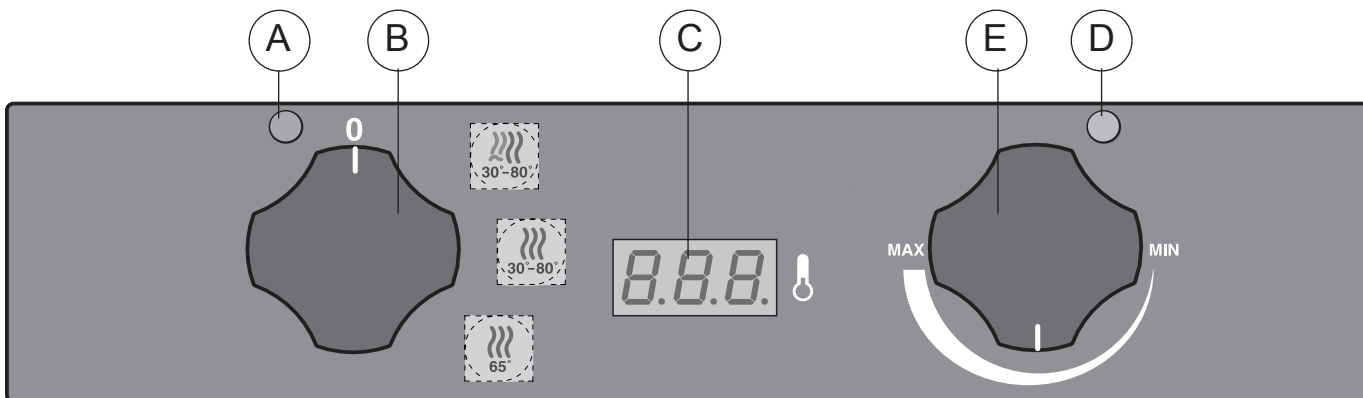

Fig. 4
- 30 - 80 °C per la fase di riscaldamento o lievitazione di cibi con o senza umidificazione del vano, controllati dal termostato "E" e visualizzati sul termoregolatore "C" (fig. 4).
### 3. MESSA IN FUNZIONE (fig. 4)
### 3.1 DESCRIZIONE PANNELLO COMANDI (fig. 4)
### 3.2 MESSA IN FUNZIONE (fig. 4)
#### 4.1 CICLO "RISCALDAMENTO CON UMIDIFICAZIONE" POSIZIONE "1" (fig. 4)
#### 4.2 CICLO "RISCALDAMENTO SECCO" POSIZIONE "2" (fig. 4)
#### 4.3 CICLO "MANTENIMENTO" POSIZIONE "3" (fig. 4)